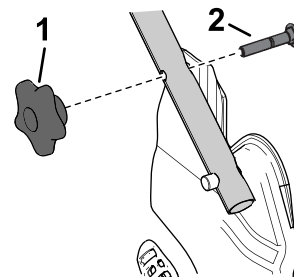

Figure 18
1. Retirez et conservez les 2 boutons et les 2 boulons de carrosserie du support du guidon (Figure 18).